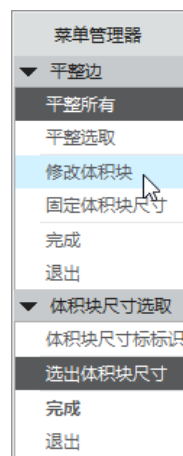

图 2-70 修改体积块
(3) 要手动覆盖体积块计算，则在“平整边”菜单中选择“修改体积块”命令，打开“体积块尺寸选取”菜单，如图 2-70 所示，利用“体积块尺寸选取”菜单进行相关设置。